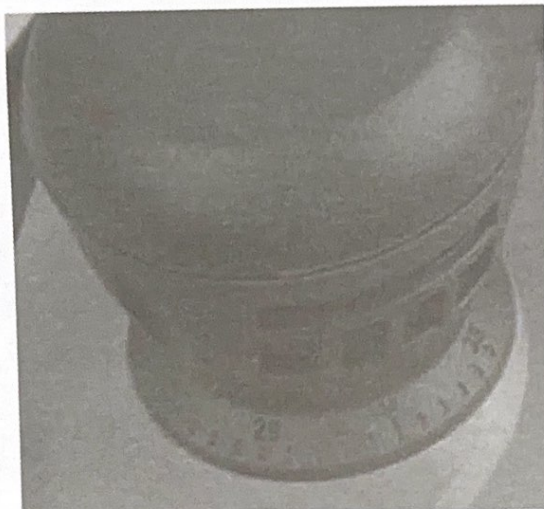

Рис.4
Регулировка глубины строгания (рис.4)
- Во время работы с твердыми материалами (например, твердая древесина) устанавливайте только низкую глубину строгания.(рис.4)